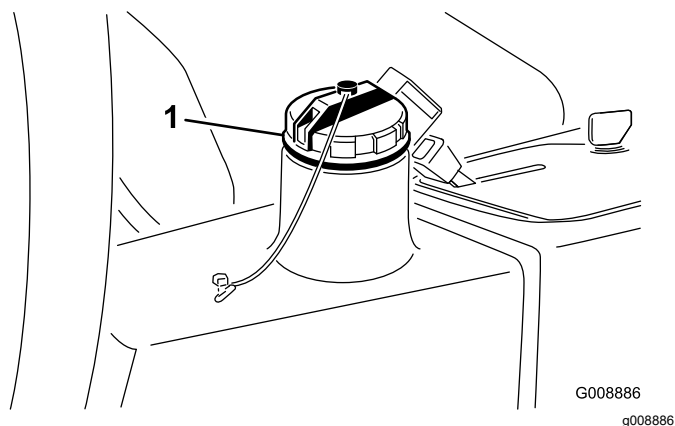

図 79
4. 油圧オイルタンク図 79に約 13.2 リットルの油圧オイルを入れる 油圧システムを点検する (ページ 45)を参照。